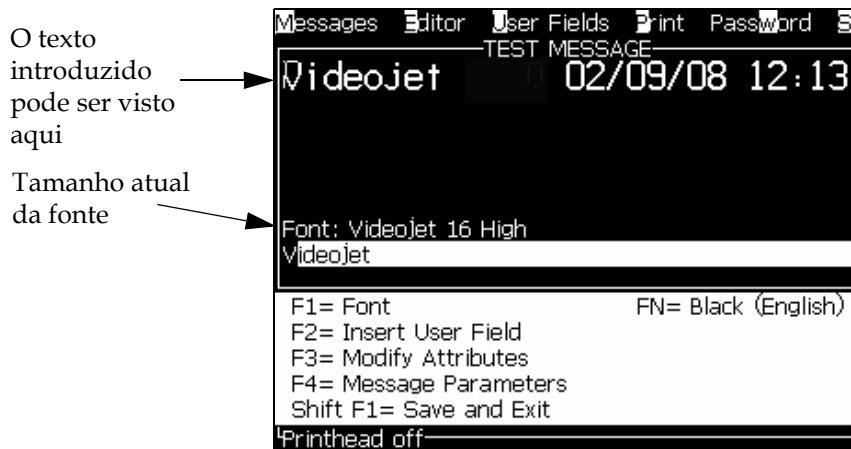

Figura 5-6: Criar nova mensagem
- 4 Pressione a tecla *Enter*. A tela do Editor de mensagens aparece (veja Figura 5-6 na página 5-21).